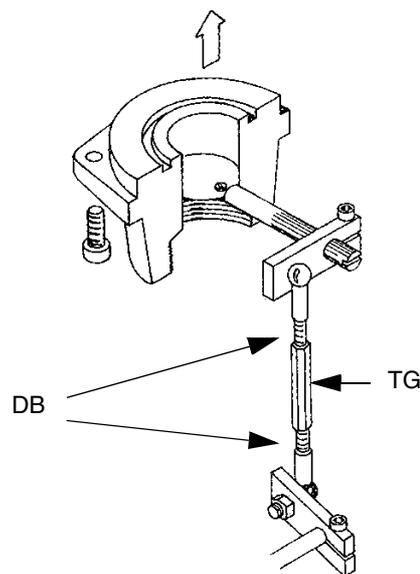

Fig. 46
- 3 Portare il bruciatore in bassa fiamma. Per variare la portata del gas allentare i dadi DB (Fig. 46) e regolare l'angolo di apertura della valvola a farfalla ruotando il tirante TG (la rotazione oraria incrementa la portata del gas, quella antioraria la diminuisce). La fessura sul perno della valvola a farfalla indica l'angolo di apertura rispetto all'asse orizzontale (Fig. 47).